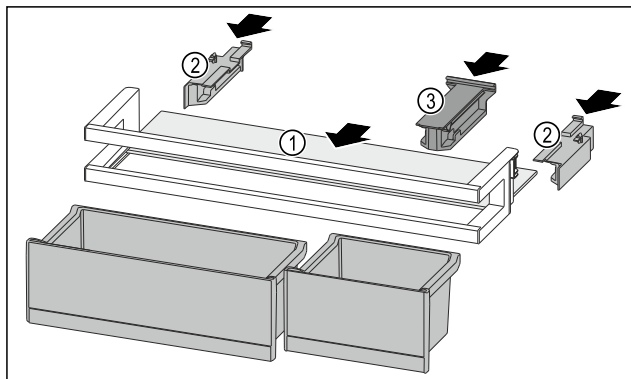

Fig. 245
- Odkládací plochu Fig. 245 (1) zasuňte do bočních vybrání.
- Boční díly Fig. 245 (2) vložte.
- Držák Fig. 245 (3) vložte.